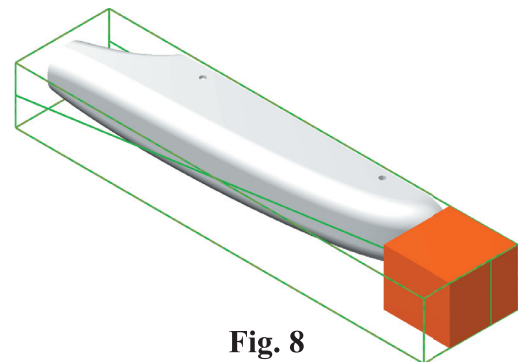

Fig. 8
Step 6. Click the body solid, Fig. 8.